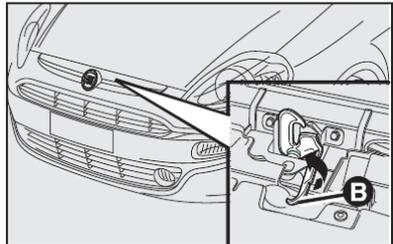

fig. 114
- 2) puxar a trava **B**-fig. 114 localizada acima da grade frontal sob o capô. Como indicado pela seta;